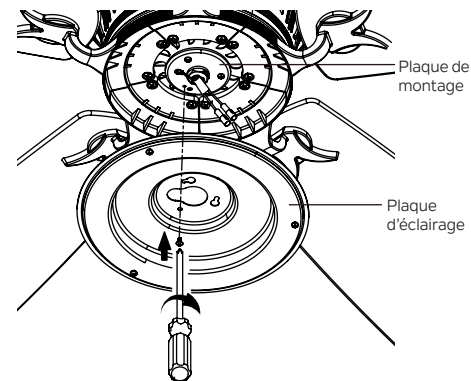

Fig. 21
**Étape 2.** Placez les deux trous de fente sur la plaque d'éclairage sur les 2 vis précédemment desserrées depuis la plaque de montage. Faites pivoter la plaque d'éclairage jusqu'à ce qu'elle se verrouille en place à l'extrémité étroite des trous de clé. Fixez en serrant les 2 vis précédemment desserrées et celle précédemment retirée. (Fig. 21)